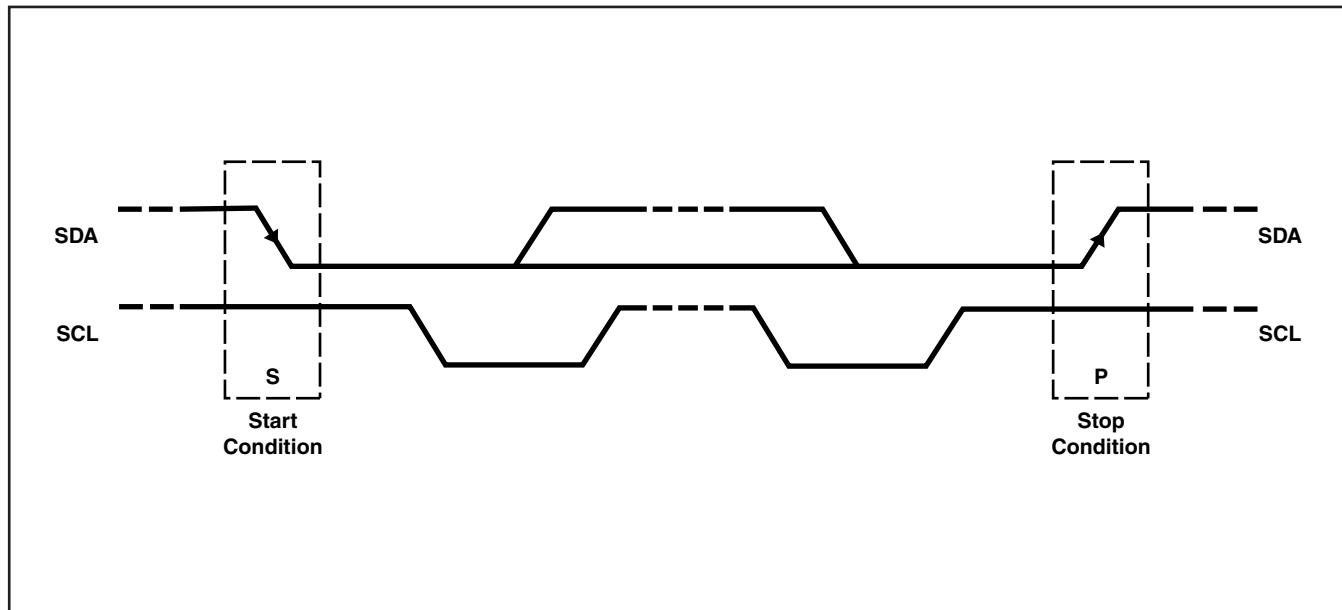

図 16. I²Cスタートおよびストップ条件
基本的なI²Cスタートおよびストップのアクセスサイクルを図16に示します。
- マスターがスタート条件を生成してデータ転送を始めます。スタート条件は図16に示すように、SCLがハイのときにSDAラインでハイからローへの遷移が発生する場合です。すべてのI²C互換のデバイスがスタート条件を認識します。
- データ転送の終了を知らせるために、マスターはストップ条件を生成します。これはSCLラインがハイのときに、SDAラインをローからハイに吊り上げて行います(図16参照)。こうしてバスを開放し、アドレス指定したスレーブとのコミュニケーション・リンクを停止します。すべてのI²C互換のデバイスが、ストップ条件を認識する必要があります。ストップ条件の受け取りにより、すべてのデバイスがバスの開放を知り、スタート条件を待ち、さらにアドレスの一致が続きます。